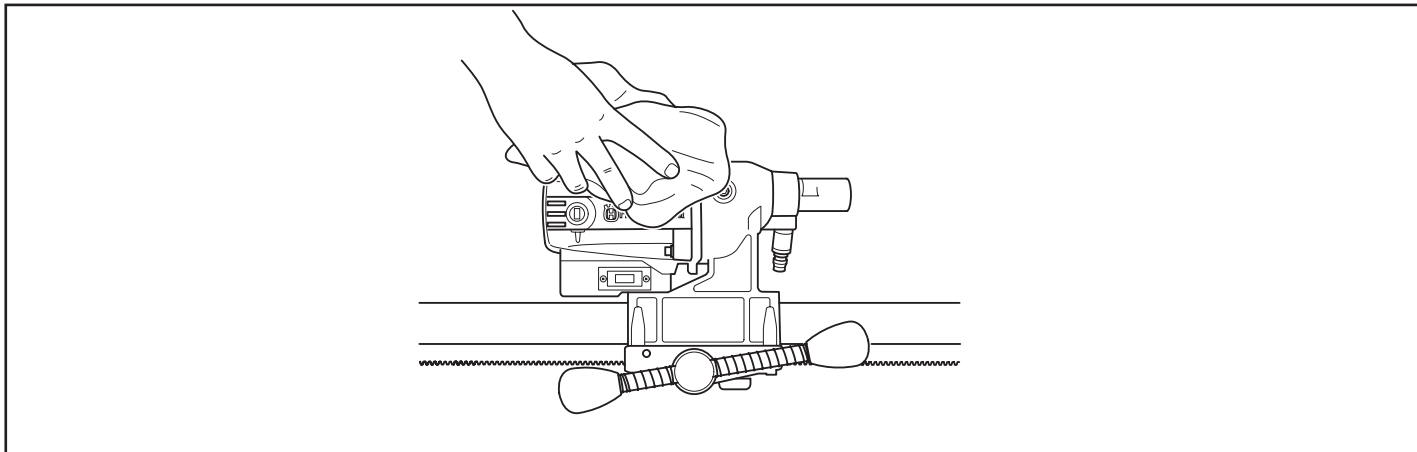

Fig. 13
- Håll maskinen och borren rena för att borrarbetingelsen ska kunna ske säkert (Fig. 13).
- Hold maskinen og boret rene, for at borearbejdet kan foregå sikkert (Fig. 13).
- Hold maskinen og borene rene for at boringen skal kunne skje sikkert (Fig. 13).